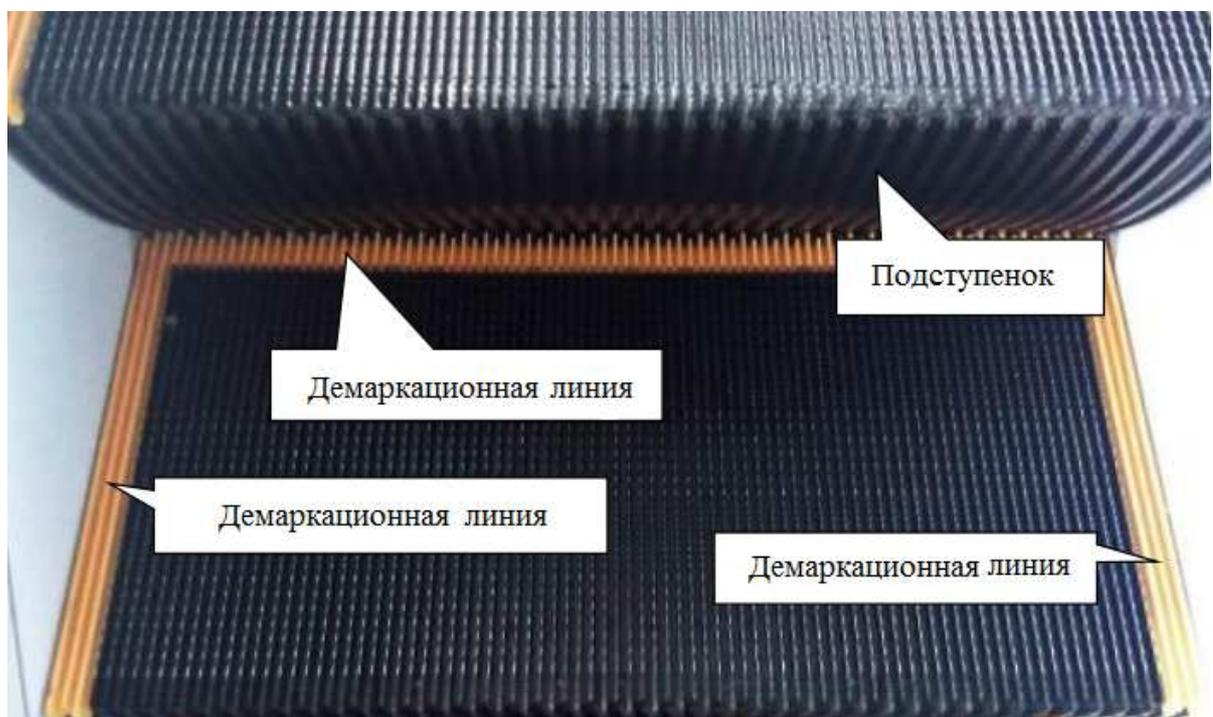
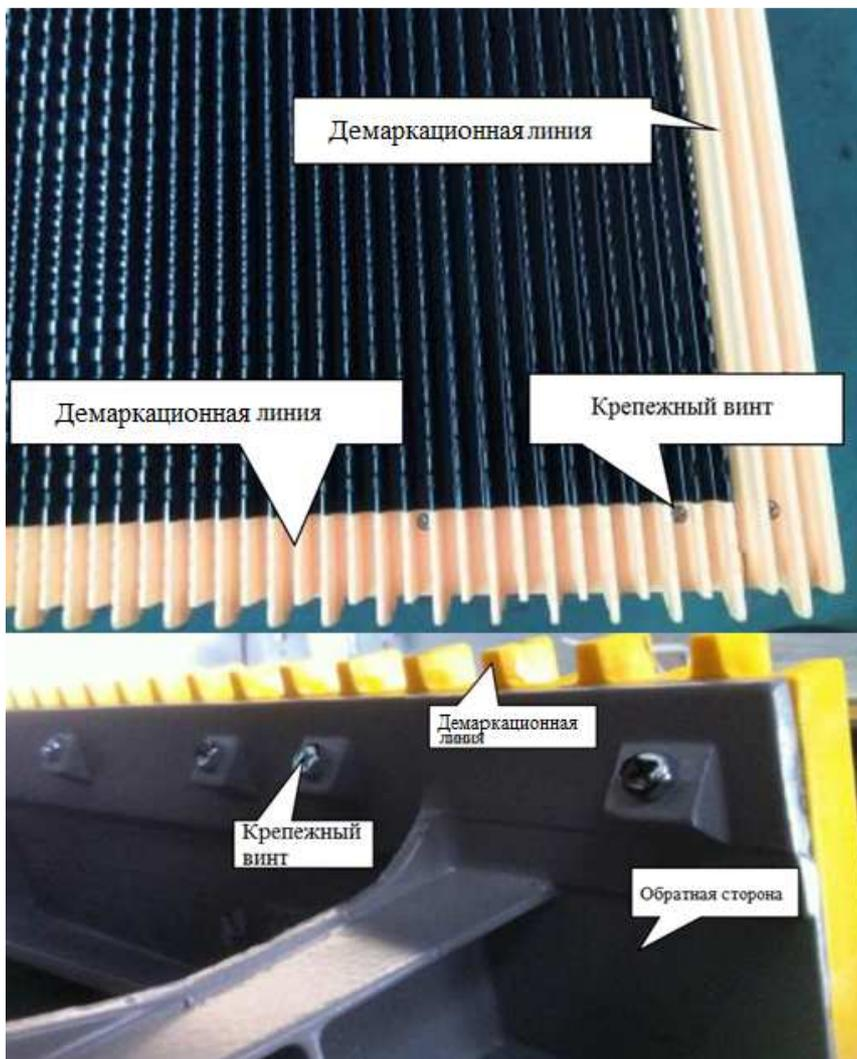

Рисунок 1.23 – Границы безопасности
Рисунок 1.24 – Крепление демаркационных пластинок
- 2) Желтые демаркационные границы расположены по краям ступени или паллеты (рис. 1.23) и крепятся к ступени крепежными винтами (рис. 1.24). При наличии дефекта линия снимается и устанавливается новая. Так же линия может быть нанесена краской. В этом случае требуется нанести краску заново, в случае дефекта;
- 2) Проверка проскальзывания: при эксплуатировании эскалатора во втулку может попасть мусор, пыль и т.д. В этом случае необходимо открутить втулку, прочистить, и установить обратно (рис. 1.24).